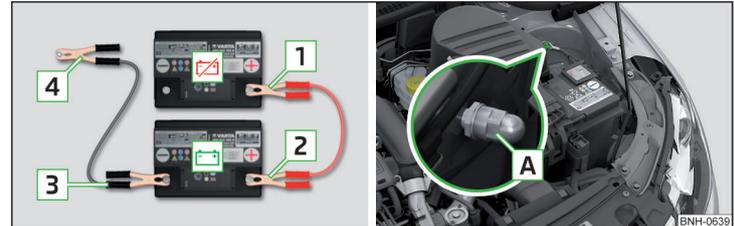

Abb. 250 Starthilfe: ☹ - entladene Batterie, ☺ - stromgebende Batterie / Massepunkt des Motors beim START-STOPP-System
- Bei Fahrzeugen **mit** dem START-STOPP-System die Klemme **4** am Massepunkt des Motors **A** befestigen » Abb. 250.